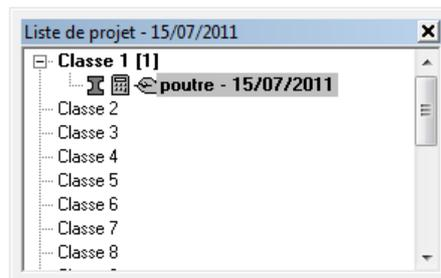

fig. 63: Liste de projet
Dans la fig. 63, il y a un groupe (Classe 1), contenant un élément (1), c'est à dire l'élément avec comme nom éprouvé exemple'. C'est élément a été traité à la date indiquée.